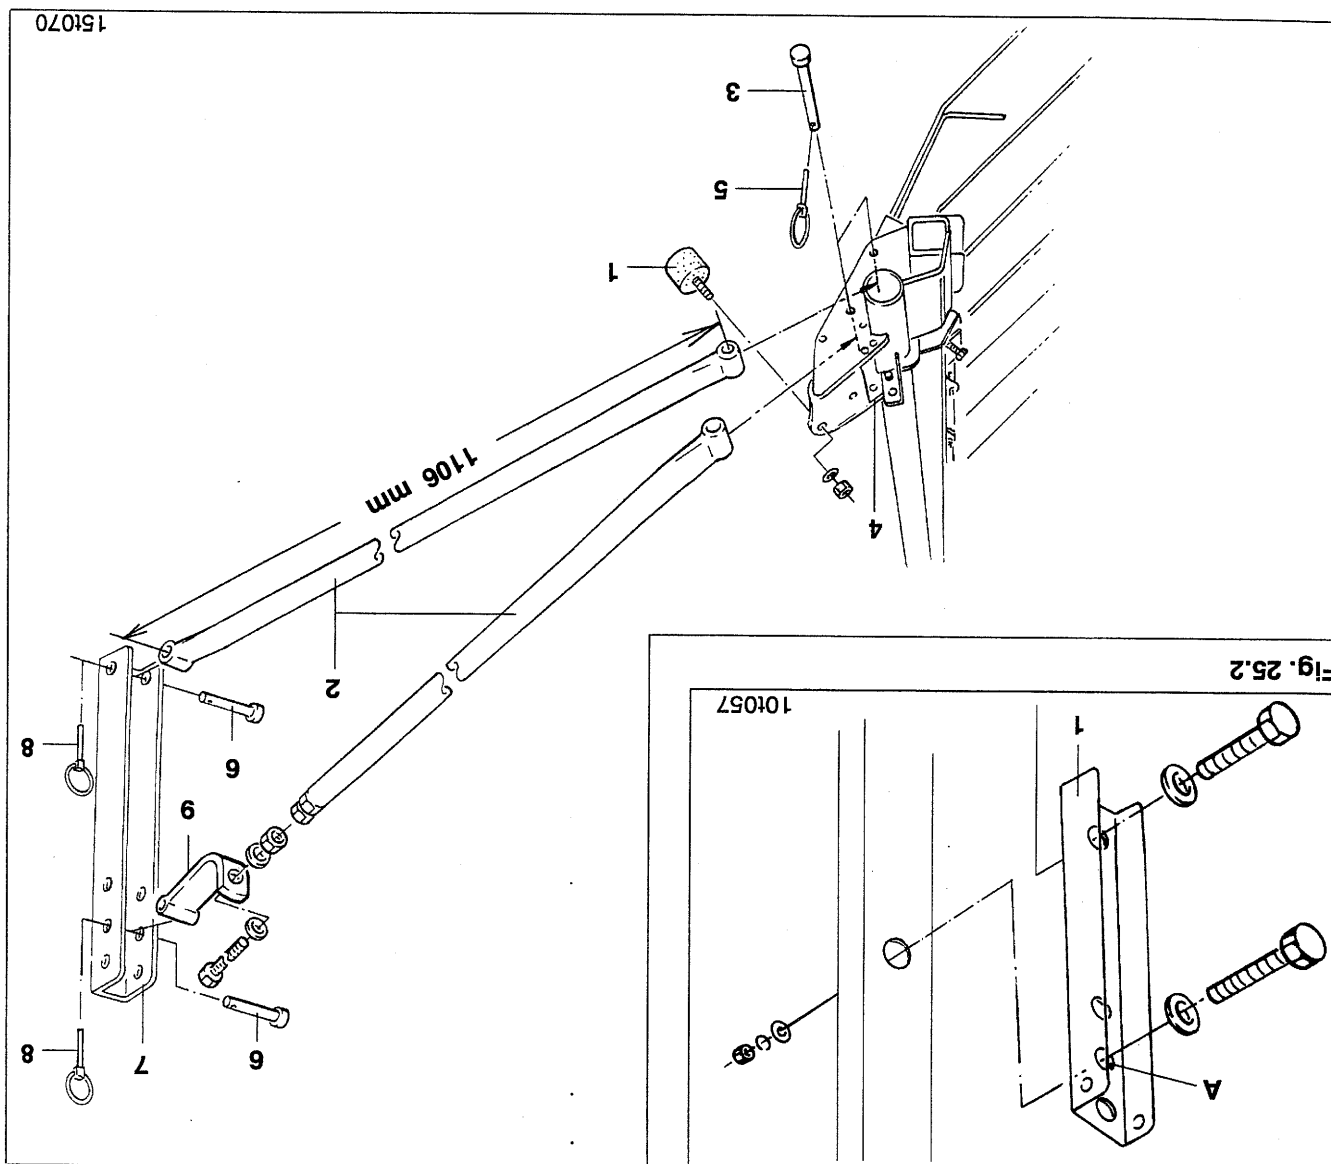

Fig. 25.3
- Vissez les butées caoutchouc (fig. 25.3/1).
- Fixez les tirants tubulaires (fig. 25.3/2) aux supports de fixation (fig. 25.3/4) du recouvreur FlexiDoigts en utilisant les axes (fig. 25.3/3) et verrouillez en sécurité avec les goupilles agricoles (fig. 25.3/5).
- Fixez les tirants tubulaires (fig. 25.3/2) aux cornières (fig. 25.3/7) en utilisant les axes (fig. 25.3/6) et verrouillez en sécurité avec les goupilles agricoles (fig. 25.3/8).
Pour ce réglage, il suffit de rallonger ou de raccourcir la longueur du tirant supérieur (fig. 25.7/1) qui sert à atteler l'unité de semis à l'outil de préparation de sol. Après cette opération, il peut s'ensuivre une légère inclinaison l'unité de semis vers l'avant ou vers l'arrière; mais ceci n'a aucun effet au niveau du débit de grain. Dans le cas où la course de réglage du tirant supérieur d'attelage (fig. 25.7/1) ne soit pas suffisante pour obtenir le réglage souhaité, il vous reste encore la faculté de modifier la longueur du tirant tubulaire supérieur (fig. 25.3/9).